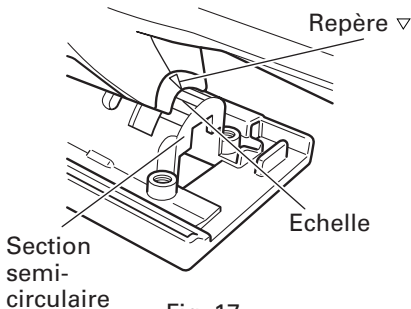

Fig. 17
- (2) Aligner l'échelle (de 0 degré à 45 degrés par incréments de 15 degrés) de la section semi-circulaire de la base sur le repère [▽] du couvercle du réducteur. (Fig. 17)